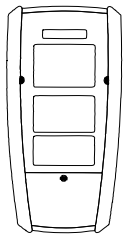

Рис. 6.5
5. Защищать лицевую панель прибора на время длительного хранения и/или транспортировки (рис. 6.5).